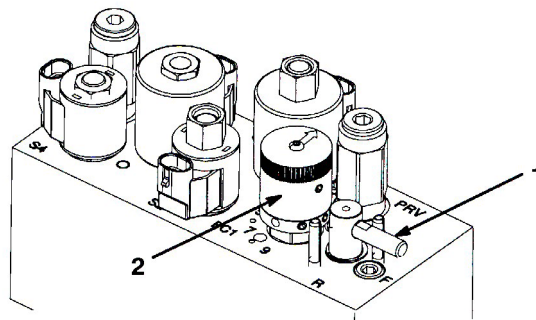

図 58
5. バックラップ・レバーを R 位置にセットする (図58)。
6. リール速度セレクタを 1 にセットする (図58)。